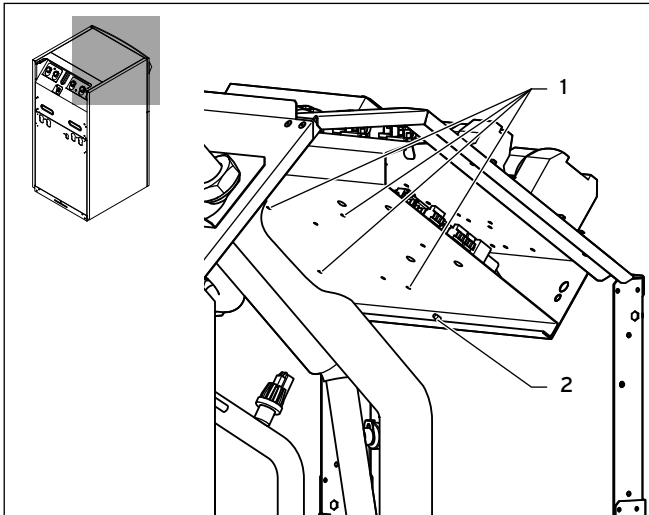

Abb. 4.4 Montage Befestigungsstege geoTHERM VWS/VWW/VWL-S ..1 und VWS ..4
- Schließen Sie die weiße Eingangsleitung (7) an die drei rechten Anschlussklemmen (11) an.
- Schließen Sie die schwarze Ausgangsleitung (6) an die drei linken Anschlussklemmen (12) an.
- Stecken Sie den dreifach belegten Stecker des Phasenüberwachungskabels ASB (2) in die Buchse Überwachung Phasenfolge Kompressor.
- Verbinden Sie den Stecker des Phasenüberwachungskabels Kompressor (9) mit dem zweifach belegten Stecker des Phasenüberwachungskabels ASB (8).
- Montieren Sie den Leitungshalter (10) an geeigneter Stelle auf der unteren Schaltkastenebene, um die Phasenüberwachungskabel zu sichern.
- Klappen Sie die untere Schaltkastenebene wieder hoch und drehen Sie die Schraube (→ **Abb. 4.4, Pos. 2**) wieder ein.